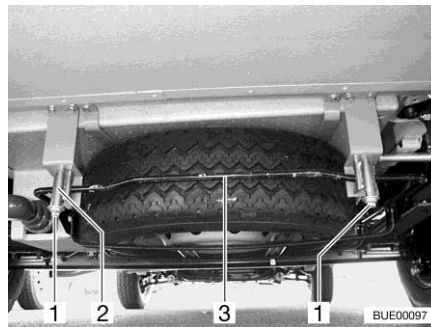

Bild 202 Ersatzrad-Halterung (Aufnahmekorb)
- Muttern (Bild 202,1) am rechten und linken hinteren Haken (Bild 202,2) der Ersatzrad-Halterung lösen.
- Bügel (Bild 202,3) leicht nach oben drücken. Gleichzeitig Haken nach unten ziehen und Bügel aushängen.